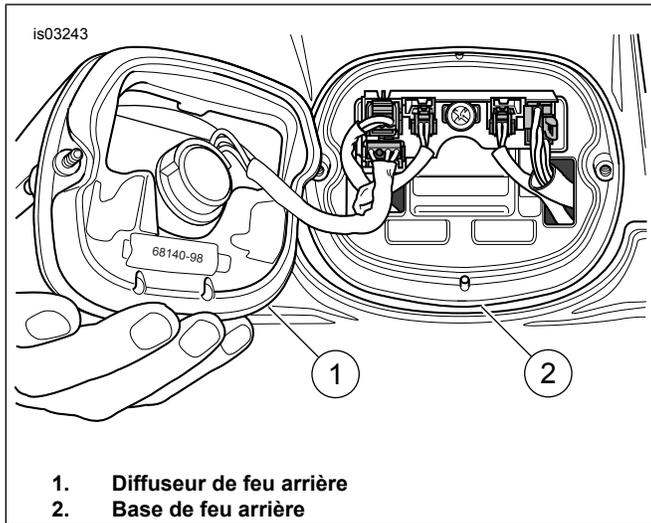

Figure 1. Retirer le diffuseur de feu arrière.
2. Voir Figure 1. Retirer les deux vis et le diffuseur de feu arrière (1) de la base (2).